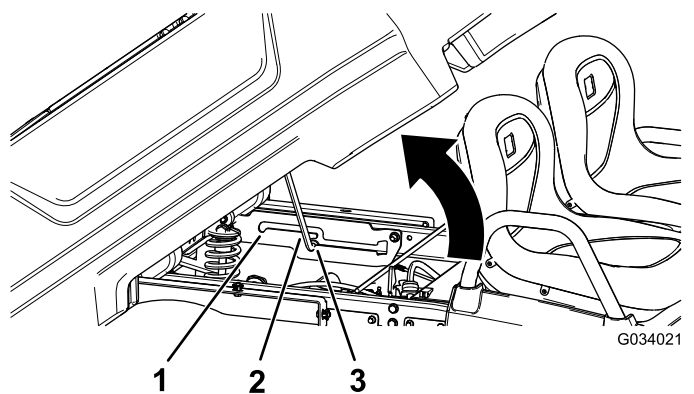

Figura 15
2. Tire de la varilla de sujeción hasta la ranura de retención de la posición de volcado para fijar la plataforma antes de volcar la carga (Figura 15).
2. Tire de la varilla de sujeción hasta que entre en la ranura de retención de la posición de servicio, para afianzar la plataforma mientras se realizan tareas de mantenimiento (Figura 15).
2. Extraiga la varilla de sujeción de la muesca de la ranura (Figura 15).